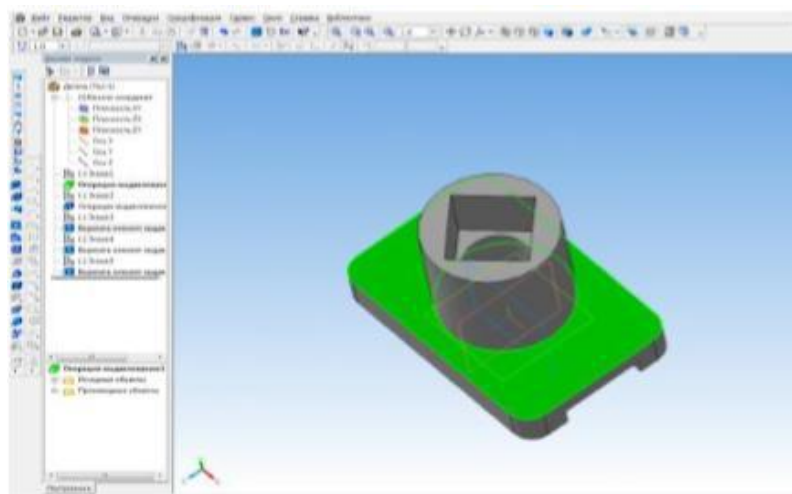

Рис. 11. Активация верхней горизонтальной плоскости плиты
13. Выбрать команду **РЕДАКТИРОВАНИЕ ДЕТАЛИ – ВЫРЕЗАТЬ ВЫДАВЛИВАНИЕМ**. В панели свойств выбрать – **ЧЕРЕЗ ВСЕ**. Зафиксировать команду – **Создать объект** (рис. 11).